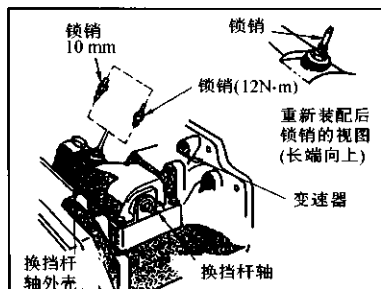

图 7-2-2 锁销的更换
1. 从变速器的换挡轴外壳上拆下锁销,见图 7-2-2。
2. 把锁销倒过来使其长端朝下,然后在把换挡轴推入换挡轴壳的同时,把锁销插入同一螺纹孔内,见图 7-2-2。
9. 从换挡轴壳上拆下锁销, 然后再把锁销长端朝上安装到换挡轴壳内(见图 7-2-2), 并以 $12\text{ N}\cdot\text{m}$ 的扭矩拧紧锁销。